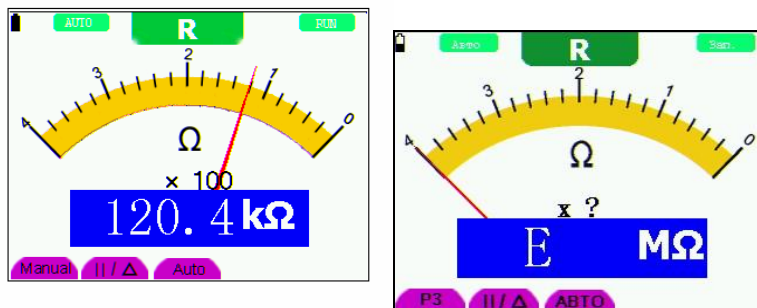

Рис. 21: Режим Измерение сопротивления
1. Нажмите функциональную кнопку **R**. В верхней части дисплея появляется соответствующий индикатор (см. рис. 21).